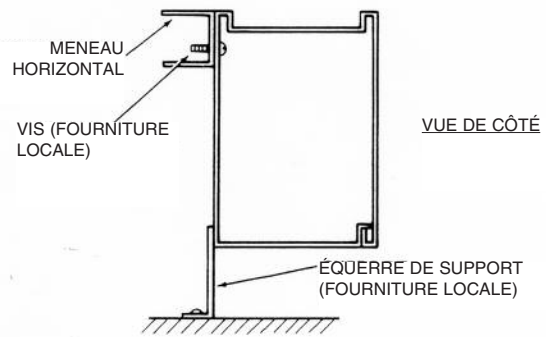

Figure 7
- Pour une installation sur meneau horizontal, placez des équerres de support comme montré en Figure 7.